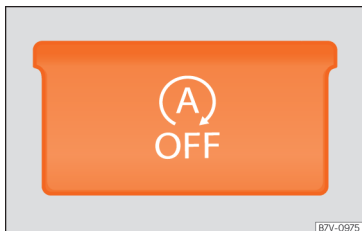

Fig. 236 Détail de la console centrale : touche pour le fonctionnement Start-Stop.
- Pour désactiver/activer manuellement le système Start-Stop, appuyez sur la touche  **fig. 236**.